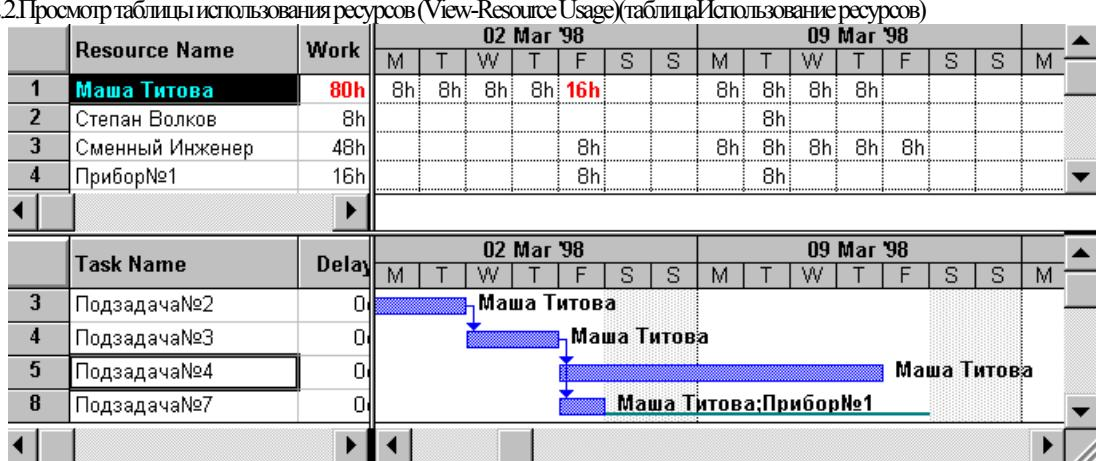

Рис.5.3.
2.3. Использовать кнопку «Resource Allocation View»(Вид-Другие представления-Выделение ресурсов) для совместного отображения в одном окне таблицы ресурсов и фрагментом списка задач в которых показан используемый ресурс с диаграммой Ганта как показано на **Рис.5.3.**